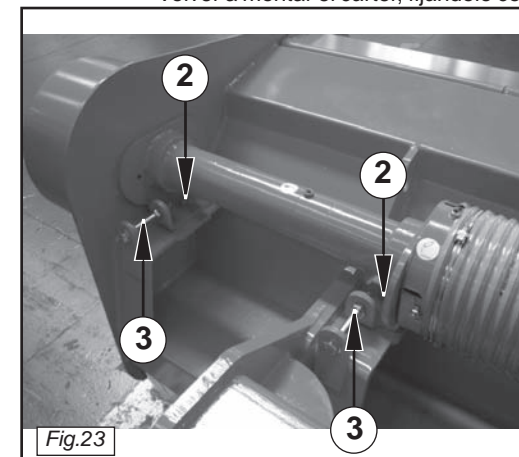

Fig.23
- Allentare le viti che fissano le prolunghe alla carpenteria (2 Fig. 23).
- Andare ad agire sulle due viti di registro (3 Fig. 23) facendo in modo che le cinghie raggiungano la corretta tensione.
- Loosen the bolt that fix the spacers to the structure (2 Fig. 23).
- Work on the two adjuster screws (3 Fig. 23) in order to correctly tighten the belts.
- Desserrer le vis qui fixent les entretoises à la charpente (2 Fig. 23).
- Agir sur les deux vis de réglage (3 Fig. 23) en faisant en sorte que les courroies atteignent la tension souhaitée ;
- Die Schraub lockern, die die Distanzstuecken an den Stahlteilen befestigen (2 Abb. 23).
- Die beiden Schrauben der Einstellvorrichtung (3 Abb. 23) so einstellen, daß die Riemen korrekt gespannt werden.
- Aflojar lo tornillo que fijan los distanciadores al armazón (2 Fig. 23).
- Con los dos tornillos de regulación (3 Fig. 23), tensar correctamente las correas.